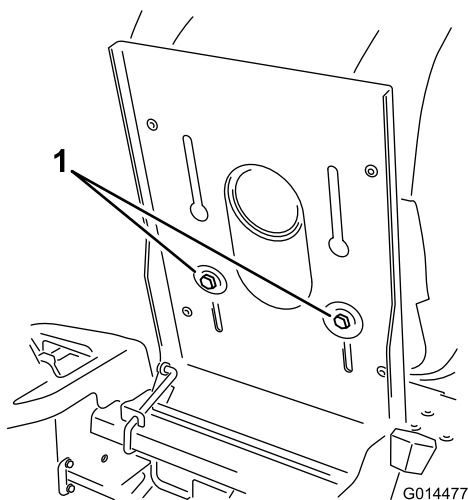

Figura 23
1. Levante el asiento y afloje los pernos de ajuste lo suficiente para poder desplazar el asiento (Figura 23).